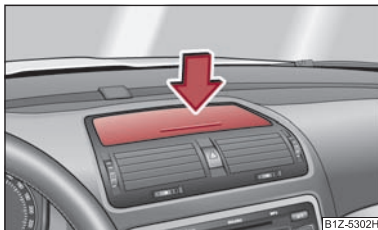

Abb. 91 Schalttafel: Ablagefach
- Drücken Sie auf die Mitte des Ablagefachs ⇒ Abb. 91 - der Deckel klappt auf.